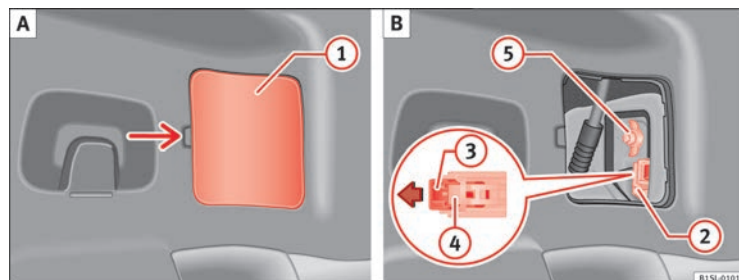

Fig. 153 Sur le côté du coffre : A : Démontez le couvercle B : Dépose des groupes optiques arrière.
3. Retirez soigneusement le cache ① en faisant lever ⇒ fig. 153 A.
4. Tirez le verrouillage ③ sur le connecteur ② dans le sens de la flèche ⇒ fig. 153 B. Pour cela, utilisez le tournevis de l'outillage de bord.
5. Appuyez sur le cran ④ et retirez le connecteur ② ⇒ fig. 153 B.
6. Déposez l'écrou papillon ⑤ ⇒ fig. 153 B.
13. Fixez avec une main le feu arrière en position de montage et vissez fortement l'écrou papillon avec l'autre main ⑤ ⇒ fig. 153 B.
15. Insérez le connecteur ② dans le support d'ampoule et appuyez sur le verrouillage ③ du connecteur dans le sens contraire à la flèche ⇒ fig. 153 B.